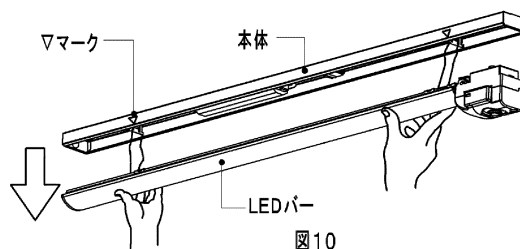

図10
- ⑥ カメラのレンズキャップを外してください。
(5) LEDバーのはずしかた
- ① カメラユニット部をもって、少しだけ引き下げてください。
- ② 器具本体の▽マークを目印に、手を持ち替えてLEDバーを引き下げてください。(図10)
- ③ 取付パネを本体のパネ受け金具に引っ掛け、LEDバーを器具に吊り下げてください。
- ④ コネクターとLANケーブルをはずしてください。